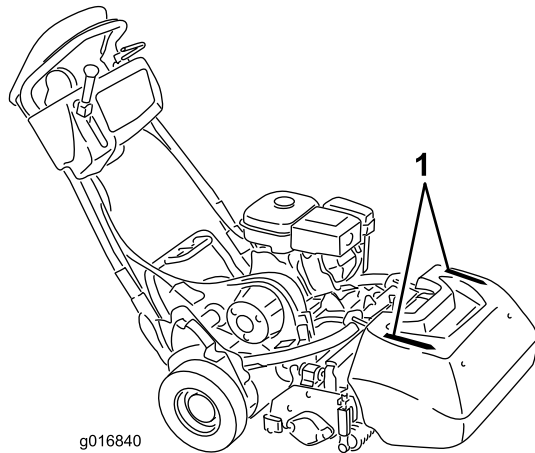

Bild 26
- Verwenden Sie die Ausrichtungstreifen am Grasfangkorb (Bild 26), damit Sie in einer möglichst geraden Linie über die Grünfläche fahren und einen gleichmäßigen Abstand zum zuvor gemähten Rasenstück einhalten.